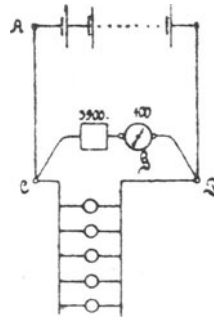

Fig. 18.
85. Eine Batterie besteht aus 10 [33] (120) hintereinander geschalteten Akkumulatoren von je 2 [1,95] (2,01) V Spannung und einem inneren Widerstand von 0,001 [0,002] (0,001)  $\Omega$  pro Zelle. Der äußere Stromkreis wird gebildet aus den beiden 50 [80] (300) m langen, 1,5 [4] (8) mm dicken Kupferleitungen AC und BD (Fig. 18) und 5 [20] (100) parallel geschalteten Glühlampen von je 8 [80]